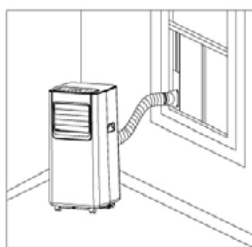
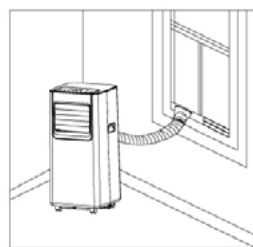

Fig. 5
Fig. 6
- Wydłużyć rurę wydechową i umieścić płaski koniec złącza rury wydechowej w otworze zespołu płyty uszczelniającej okno (jak pokazano na rys. 5 i rys. 6).